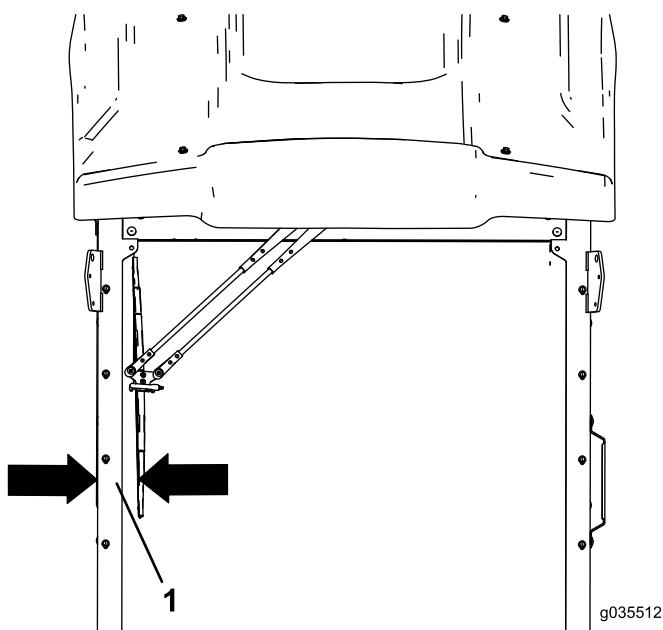

Figure 4
2. Montez le bras d'essuie-glace sur le moteur en plaçant le balai d'essuie-glace à 76 mm du côté de la garniture du pare-brise (Figure 4).